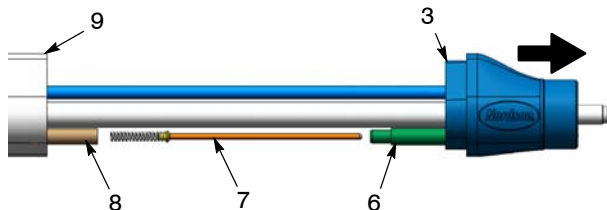

Рис. 25 Снятие резистора – распылители с монтажной трубкой
Распылители с монтажной трубкой: См. рис. 25. Вытянуть переходник (3) из трубки корпуса (9) до положения, в котором открывается доступ к направляющей кабеля (8) и направляющей резистора (6).
- См. рис. 25 или 26. Впрыснуть 0,6 мл диэлектрической пластичной смазки в направляющую резистора (6).
- Распылители с монтажной трубкой: надвинуть направляющую кабеля (8) на конец направляющей резистора, а затем сдвинуть переходник (3) и трубку корпуса (9).